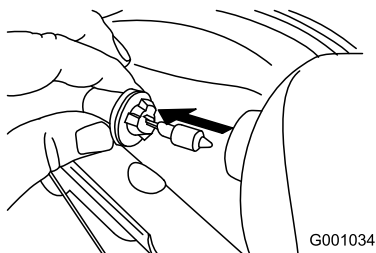

Figure 63
3. Sortez directement l'ampoule de l'arrière du phare (Figure 63).